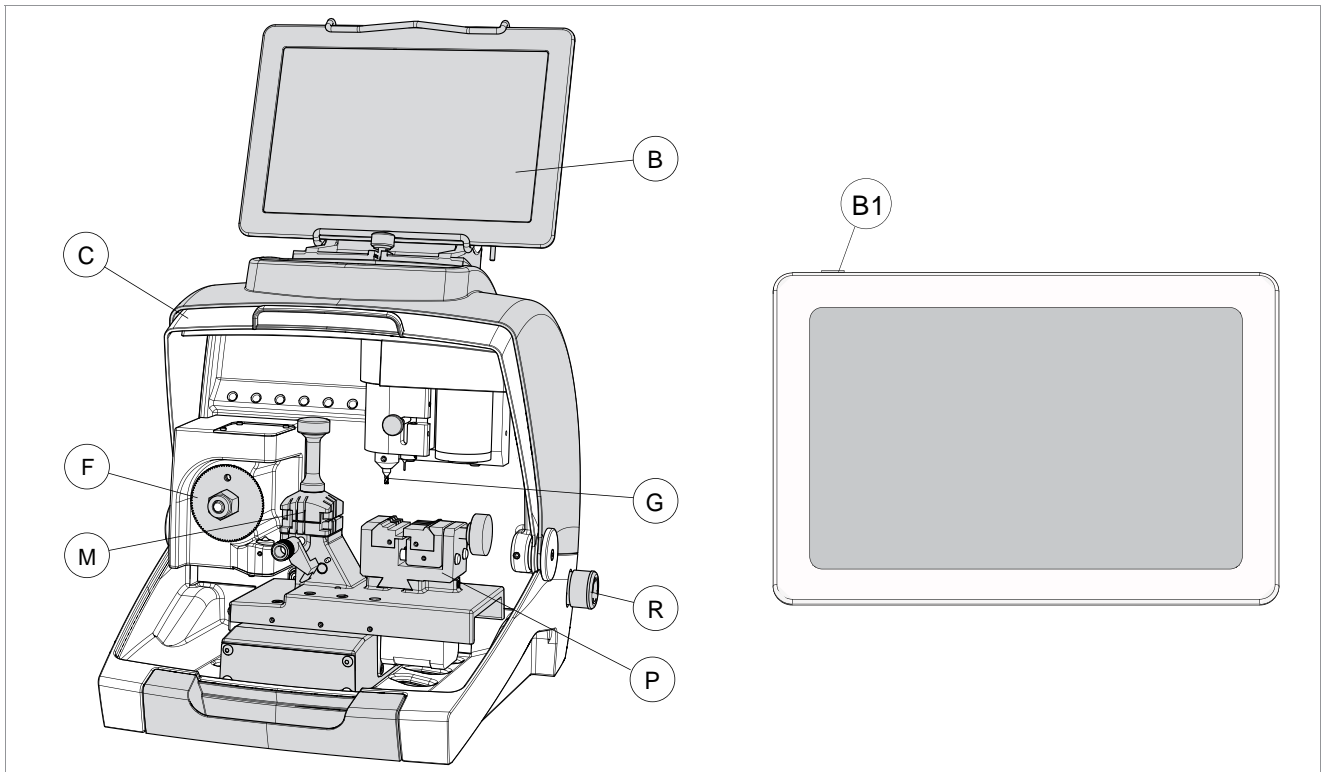

Fig. 22
- 2) Schakel de tablet aan door de AAN/UIT-knop (B1) (Fig. 22) enkel seconden ingedrukt te houden.